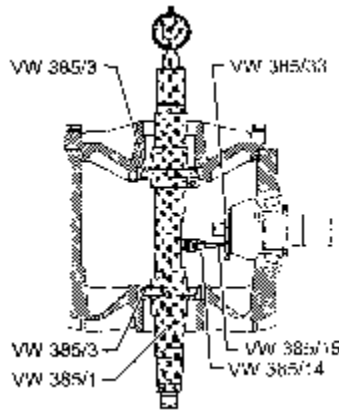

图 9-142 插入测量芯棒
(7) 取下调节量规，将测量芯棒插入壳体中，如图 9-142 所示。当 $R_0=54.95\text{mm}$ 时，必须旋入长为 6.5mm 千分表接杆以取代千分表接杆 VW385/15。
(8) 装入主传动的盖，4 只螺栓应按对角拧紧。
(9) 通过可移动的调节环，将 2 只定心垫片向外拉，直到使测量芯棒用手可以转动为止。